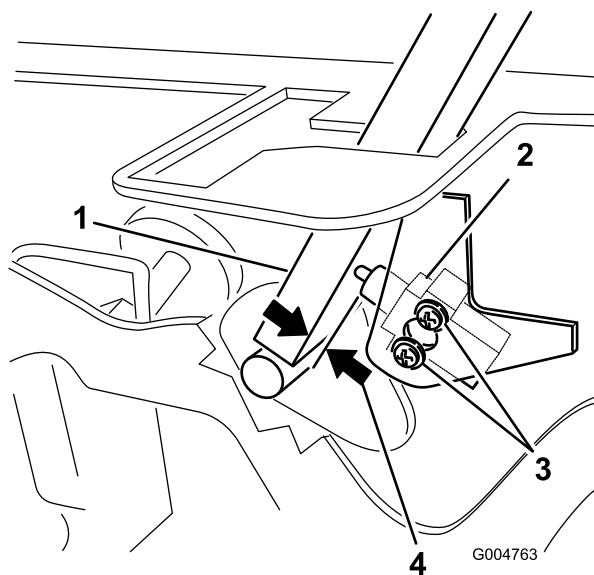

Figure 57
3. Desserrez les 2 vis de fixation du contacteur de sécurité (Figure 57).
4. Maintenez le levier de commande contre le cadre et rapprochez le contacteur du levier jusqu'à ce qu'ils soient espacés de 0,4 à 1 mm (Figure 57).